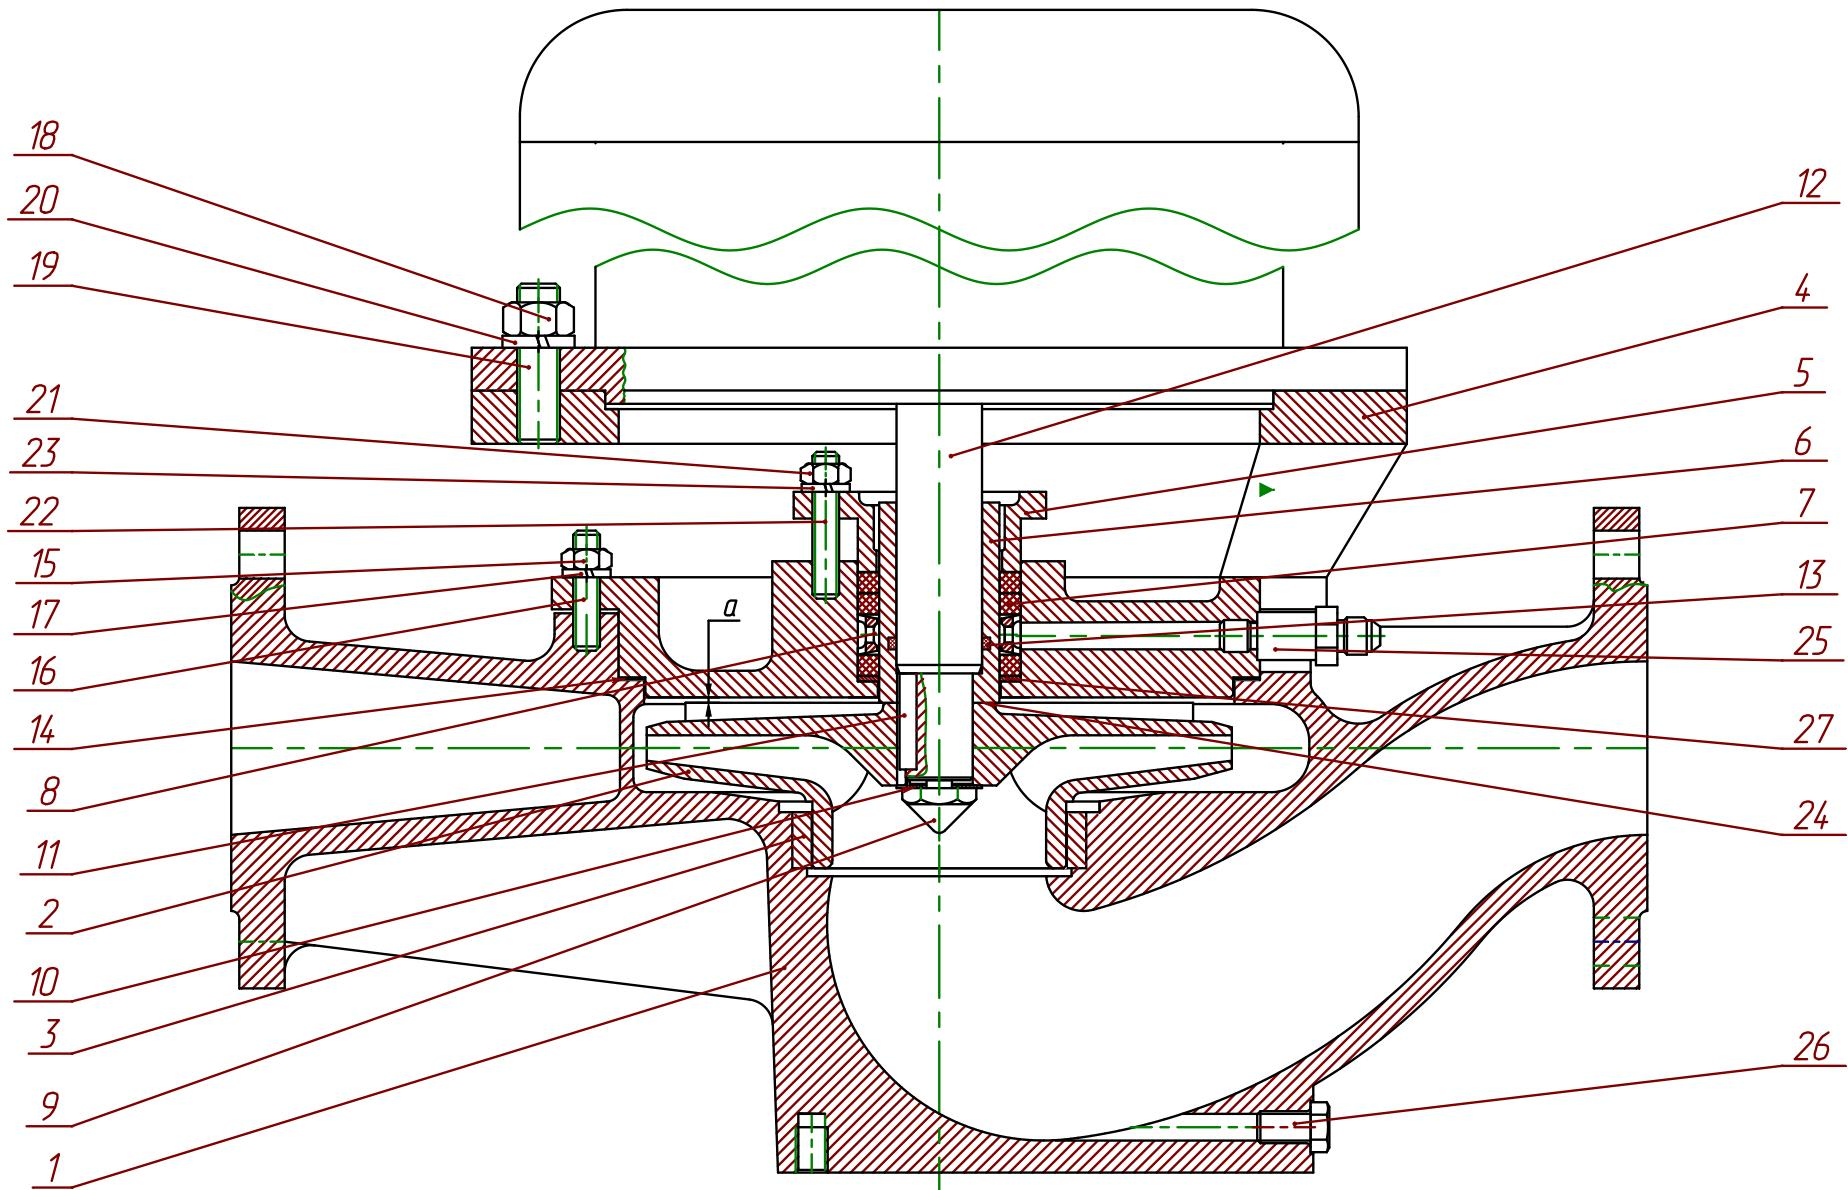

Рисунок 1-Разрез электронасоса с сальниковым уплотнением
4.1.4 Порядок сборки электронасоса с сальниковым уплотнением (см. рисунок 1):